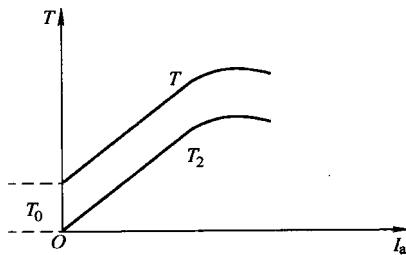

图 1-5 直流电动机转矩特性
2) 转矩特性：当 $U = U_N$, $I_f = I_{fN}$ 时，转矩与电枢电流的函数关系为 $T = f(I_a)$ ，如图 1-5 所示。